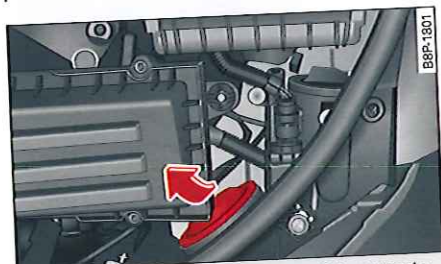

Fig. 221 Compartment-moteur : retrait du couvercle de boîtier
- ▶ Ôtez le capuchon en caoutchouc ⇒ *fig. 221.*